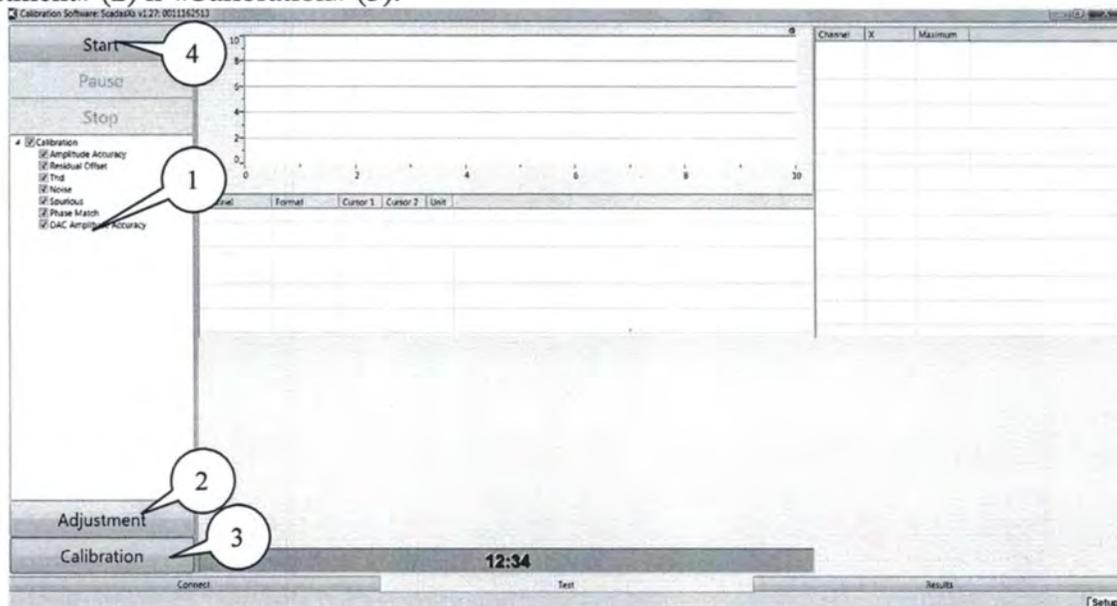

Рисунок 8
7.5.1.5 Поставить последовательно все галочки (1) в меню программы (рисунок 8) «Adjustment» (2) и «Calibration» (3).